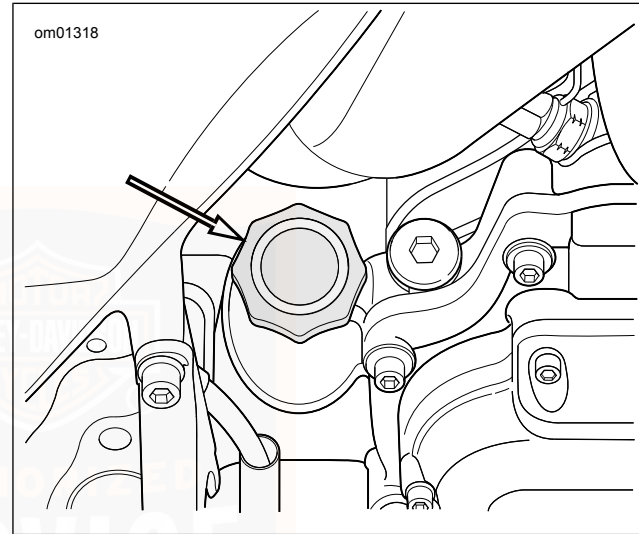

Abbildung 82. Motoröl-Einfüllverschlussstopfen
2. Siehe Abbildung 82. Den Motorölstand prüfen.
3. Siehe Abbildung 82. Ölstand prüfen.